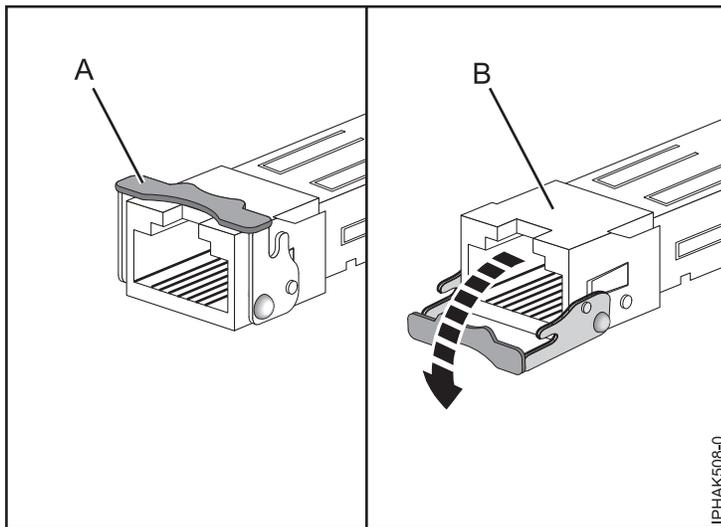

Abbildung 50. SFP-Transceiver aus Adaptern ausbauen
- b. Öffnen Sie die Verriegelung (A), indem Sie sie von der Karte weg nach unten drehen, wie in Abb. 50 dargestellt.
- c. Schieben Sie den Transceiver (B) aus dem Adapter.